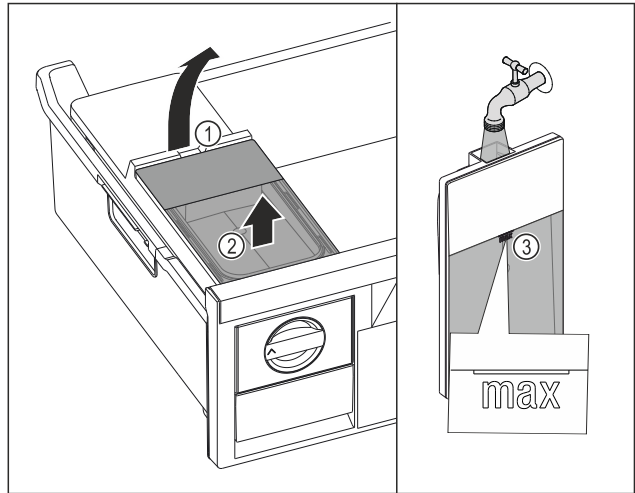

Fig. 98
- ▶ Wassertank an der Aussparung Fig. 98 (1) anheben.
- ▶ Wassertank nach oben entnehmen. Fig. 98 (2)
- ▶ Wassertank bis zur Markierung Fig. 98 (3) mit Trinkwasser befüllen.